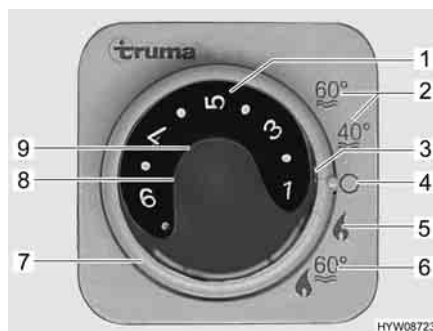

Fig. 97 Centralina di controllo per riscaldamento/boiler
- Impostare la modalità di funzionamento tramite l'interruttore girevole (Fig. 97,7).
A seconda della temperatura ambiente desiderata, il riscaldamento seleziona automaticamente il livello del bruciatore necessario. Al raggiungimento della temperatura ambiente desiderata, il bruciatore si spegne. Durante la modalità di funzionamento "Riscaldamento e boiler" (Fig. 97,6) viene riscaldata anche l'acqua nel boiler. Nella modalità di funzionamento "Riscaldamento senza boiler" (Fig. 97,5) è possibile far funzionare il riscaldamento con il boiler vuoto.
- Impostare la manopola della temperatura (Fig. 97,1) sulla centralina di controllo scegliendo il livello di potenza desiderato.
- Posizionare l'interruttore girevole (Fig. 97,7) su funzionamento invernale "Riscaldamento senza boiler" (Fig. 97,5) o su funzionamento invernale "Riscaldamento e boiler" (Fig. 97,6).
Si accende la spia di controllo verde (Fig. 97,3).
- Posizionare l'interruttore girevole (Fig. 97,7) su "O" (Fig. 97,4).